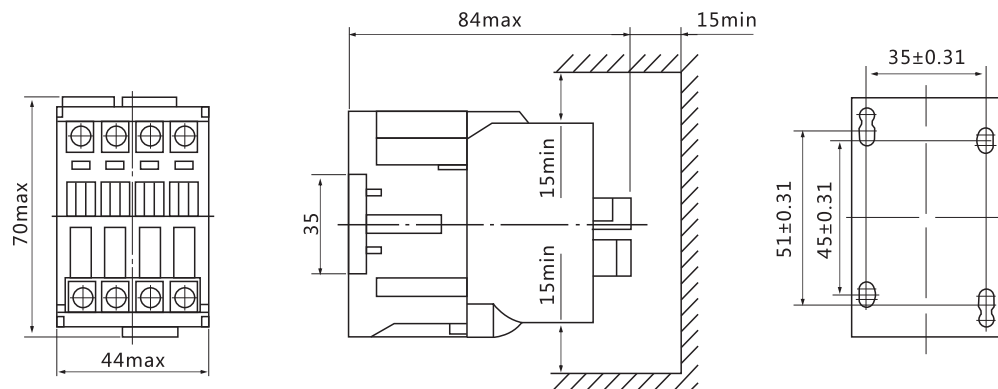
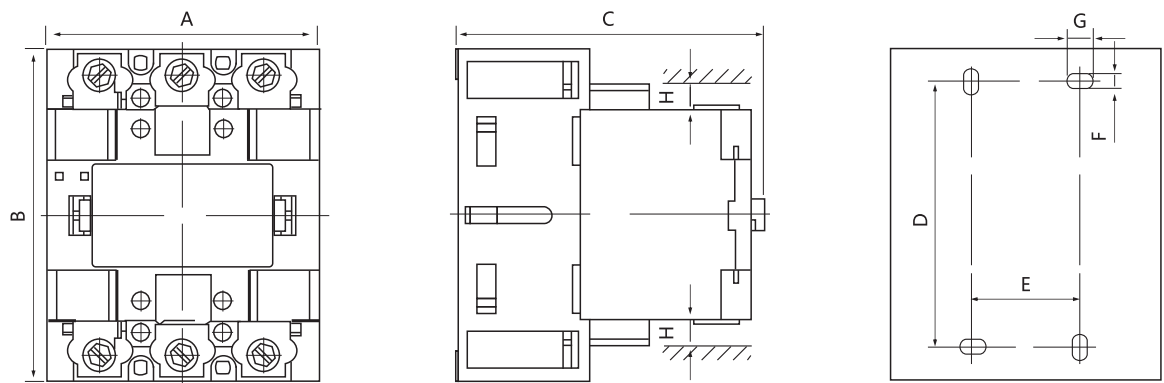

图1 CJX8-09/12/16
图6
6.1 接触器用2只螺钉并加上垫圈安装。其外形及安装尺寸见图1～图6